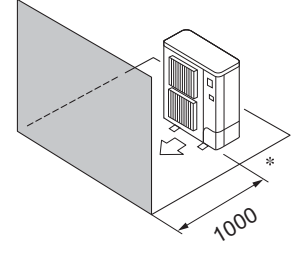

Fig. 3-8
- ④ Yalnızca öndeki engeller (Fig. 3-8)